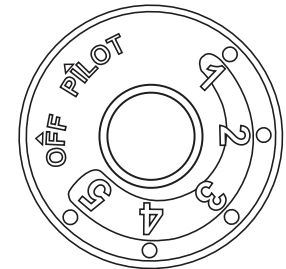
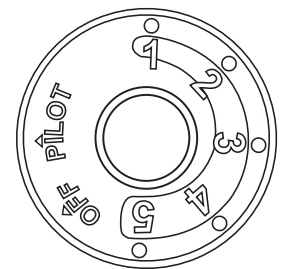

Fig. 22b
Fig. 23b
3. Gire la perilla de control ↶ hacia la derecha a la posición "OFF" (Ver Fig. 22b)
4. Espere cinco (5) minutos para que se vacíe todo el gas. Luego huela en busca de gas, incluyendo cerca del piso. Si huele gas, ¡ALTO! Siga "B" en la información de seguridad anterior. Si no huele a gas, vaya al siguiente paso.
5. Gire la perilla de control ↶ hacia la izquierda a la posición "PILOT" (Ver Fig. 23b) Oprima la perilla de control.